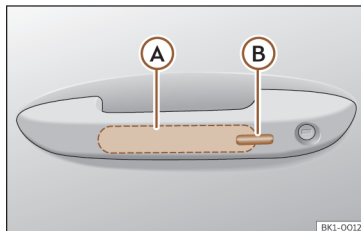

Abb. 61 Türgriff: Sensorflächen
»» Abb. 61
- Berühren Sie die auf der Außenseite des Türgriffs befindliche Sensorfläche»»» **Abb. 61** (B). Alle Blinker leuchten einmal auf.
- Berühren Sie innerhalb von 5 Sekunden einmal die auf der Außenseite des Türgriffs befindliche Sensorfläche»»» **Abb. 61** (B), ohne den Türgriff zu ergreifen. Das System